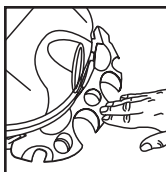

FIGURE 12
10. Appuyez vers le bas, au centre du porte-outils, jusqu'à ce que les onglets se bloquent contre la partie inférieure du couvercle. **FIGURE 12**.